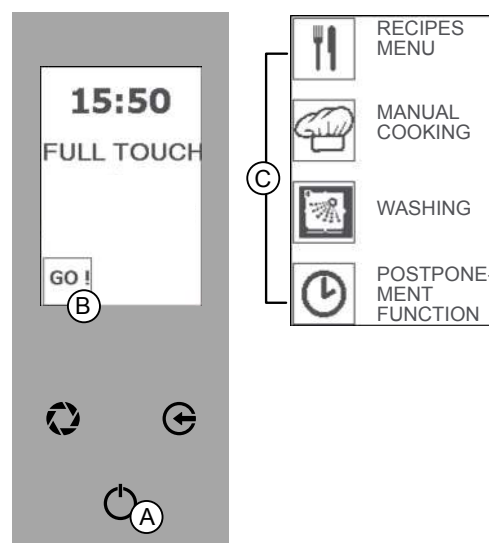

Fig.1
De toets "ENTER" (Afb.1/A) is selecteerbaar voor het verrichten van 3 verschillende functies:
- Modus "STAND-BY": display uit en toets "ENTER" verlicht (Afb.1).
- Modus "BEGINSCHERM": display aan, weergave klok en toets "ENTER" verlicht (Afb.1).
- Modus "HOOFDMENU": weergave van de functies (MENU RECEPTEN - HANDMATIG KOKEN - WASSEN - UITGESTELDE FUNCTIE - Afb.1/C).